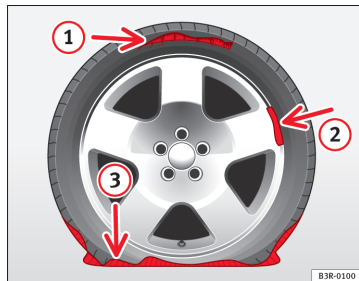

Fig. 117 Pneu : dommages irréparables
- lorsque le pneu présente des coupures de plus de 4 mm ① ⇒ fig. 117
- lorsque la jante est endommagée ②.
- si vous avez roulé alors que la pression des pneus était trop faible ou qu'un pneu était à plat ③.